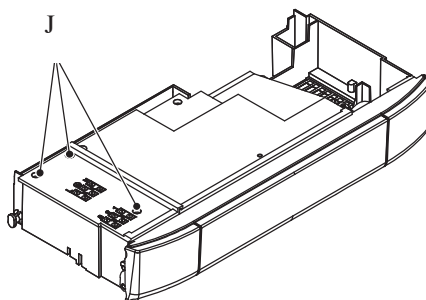

Fig. 8.11
- 1 Loosen the screws J and remove the service panel (Fig. 8.11).
- 1 Ослабьте винты J и снимите сервисную панель (Fig. 8.11).